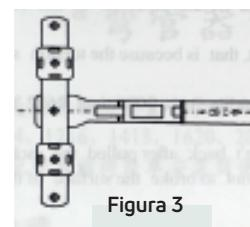

Figura 3
2) Em seguida, instale o trilho na ranhura da alça com o parafuso borboleta. Veja na figura 3.